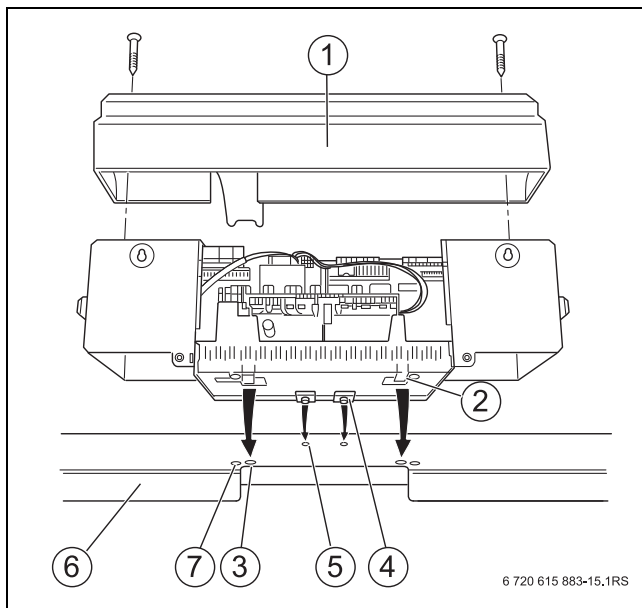

Bild 32 Regelgerät montieren
In Bild 32, Seite 31 sind das Regelgerät und die vordere Abdeckhaube [1] von hinten dargestellt.
- ▶ Abdeckhaube wieder am Regelgerät montieren (→ Bild 32, Seite 31).
- ▶ Abdeckhaube mit den Schrauben des Regelgeräts sichern (→ Bild 32, Seite 31).